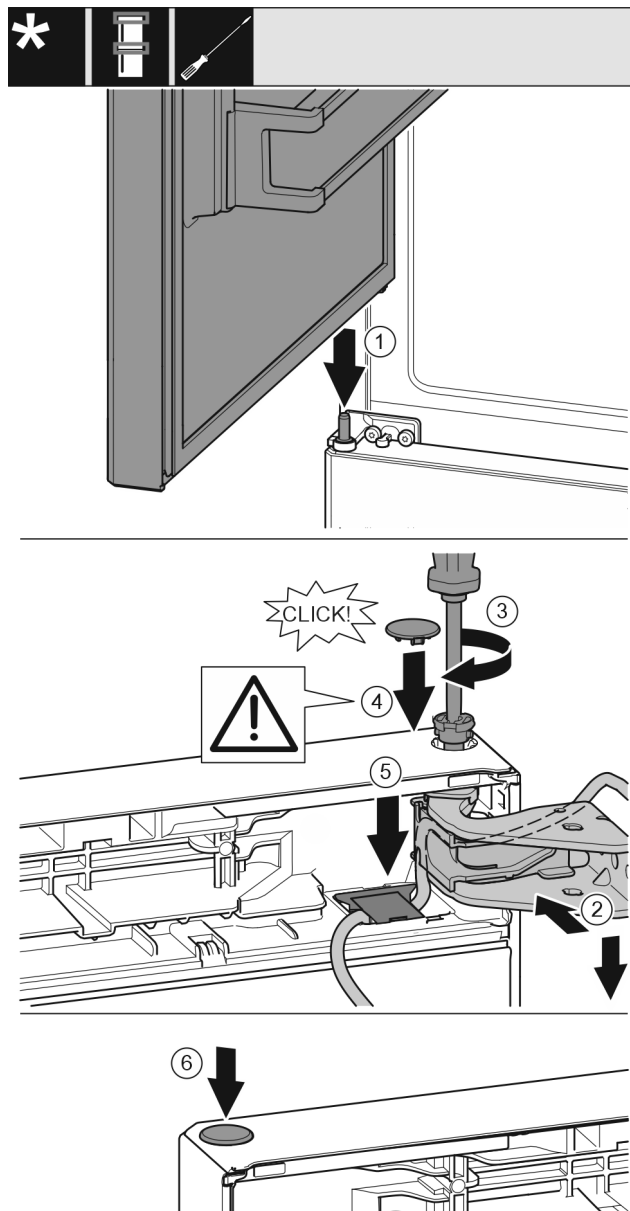

Fig. 42
- ▶ Obere Tür auf mittleren Lagerbolzen setzen Fig. 42 (1)
- ▶ Tür oben zur Öffnung im Lagerbock ausrichten. Fig. 42 (2)
- ▶ Bolzen einsetzen und mit Schraubendreher T15 festschrauben. Fig. 42 (3)
- ▶ Sicherungsabdeckung zur Sicherung der Tür montieren: Sicherungsabdeckung einsetzen und kontrollieren ob sie auf der Tür aufliegt. Ansonsten Bolzen vollständig einsetzen. Fig. 42 (4)
- ▶ Abdeckung einsetzen und nach unten drücken bis sie einrastet. Fig. 42 (5)
- ▶ Stopfen einsetzen. Fig. 42 (6)